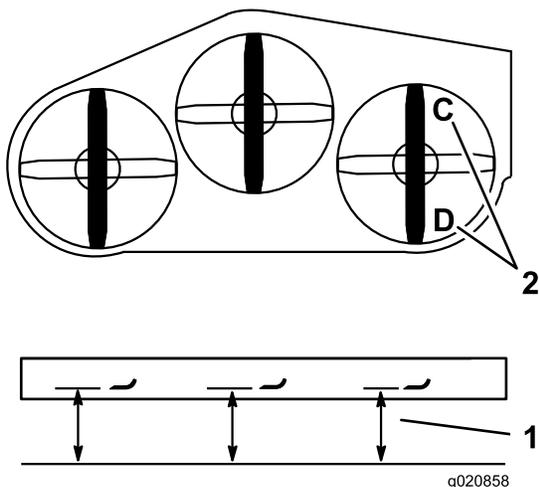

図 84
1. 右側のブレードを前後方向に向ける 図 84。
2. **C**位置で、平らな床面から右側のブレードの刃先までの高さを測り、測定値を記録する 図 84。
3. **D**位置で、平らな床面から右側ブレードの刃先までの高さを測り、測定値を記録する 図 84。
**注** **C**位置での刈り込みブレードの高さが、**D**位置での高さよりも6-10mm低ければ適正である 図 84。高さの差がこの範囲内には以下の手順で調整する。